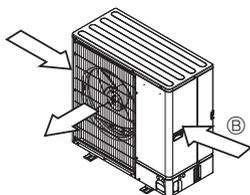

Fig. 2-5
- ③ Novietojiet iekārtu tā, lai gaisa izplūdes atvere izpūš gaisu perpendikulāri sezonas vēja virzienam, ja iespējams. (Fig. 2-5)